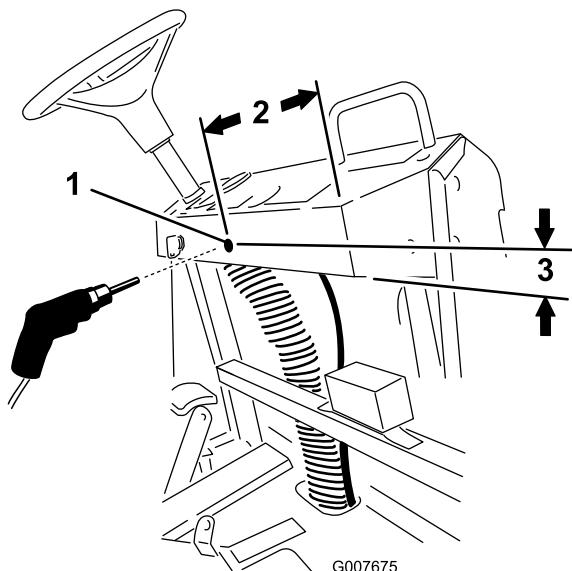

Figura 18
- Marcate un punto distante 25,40 cm internamente al lato destro del cruscotto e 3,80 cm dalla parte inferiore del cruscotto (Figura 18).